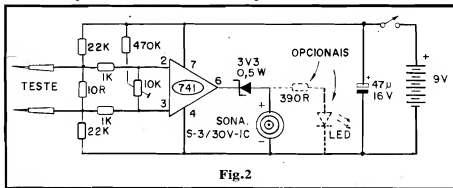

Fig.2
- FIG. 2 - O CIRCUITO DO ANACON - "Achar a diferença" entre "nada Ohms" e "quase nada Ohms" é uma tarefa típica para o ainda onipresente Integrado 741, Amplificador Operacional fácilmo de ser circuitado como comparador de precisão (caso do presente projeto ...). Graças aos valores pré-calculados dos resistores que polarizam suas Entradas Inversora e Não Inversora (pinos 2 e 3), e ainda à presença do trim-pot de ajuste, podemos ajustar o bloco para sentir **minúsculos** diferenciais de Tensão, ocasionados por também **minúsculos** valores Resistivos! A partir da calibração, facilmente efetuada através do citado trim-pot (detalhes sobre a operação, no final do presente artigo...), enquanto o valor resistivo entre as pontas de teste situar-se acima do pequeníssimo valor pré-estabelecido, a Sáfda do 741 (pino 6) se manterá "baixa" (próxima a "zero" Volt), com o que o sinalizador sonoro